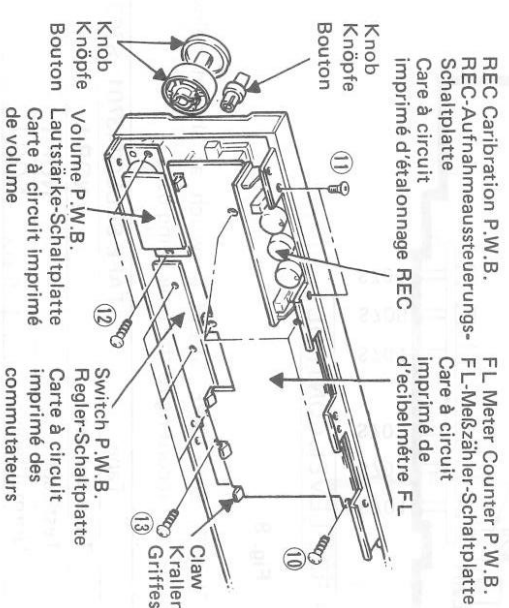

Fig. 4 Abb. 4
- (2) **FL Meter counter P.W.B. (Fig. 4)**
- (3) **REC caribration P.W.B. (Fig. 4)**
- (4) **Volume P.W.B. (Fig. 4)**
- (5) **Switch P.W.B. (Fig. 4)**
- (2) **FL-Meßzähler-Schaltplatte (Abb. 4)**
- (3) **REC-Aufnahmeaussteuerung-Schaltplatte (Abb. 4)**
- (4) **Lautstärke-Schaltplatte (Abb. 4)**
- (5) **Regler-Schaltplatte (Abb. 4)**
- (2) **Carte à circuit imprimé de décibelmètre FL (Fig. 4)**
- (3) **Carte à circuit imprimé d'étalonnage REC (Fig. 4)**
- (4) **Carte à circuit imprimé de volume (Fig. 4)**
- (5) **Carte à circuit imprimé des commutateurs (Fig. 4)**